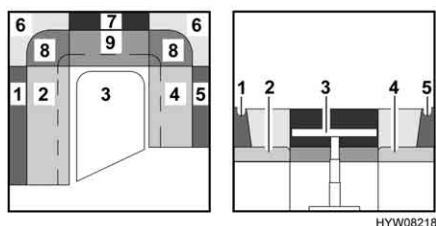

Fig. 70 Prima della trasformazione
- Rimuovere i cuscini dello schienale (Fig. 70,6 e 7) e collocarli sotto il tavolo.
- Trasformare il tavolo (Fig. 70,3) in struttura di supporto letto (vedi paragrafo 6.9).